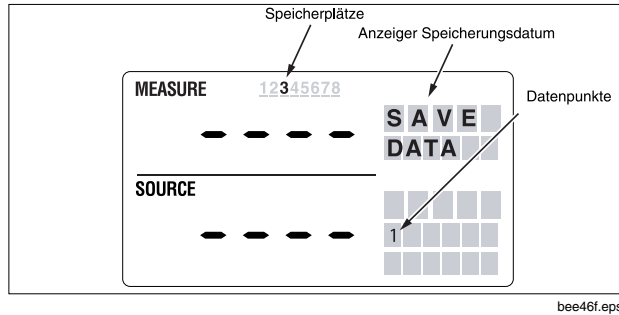

Abbildung 19. Menü SAVE DATA – Speicherplatz 3,
Zum Speichern von Messdaten das folgende Verfahren verwenden und Abbildung 19 beziehen.
6.  drücken, um die Messung zu speichern und das Gerät in den Messmodus zurück zu schalten. Abbildung 19 zeigt eine im Speicherplatz 3, Datenpunkt 1, gespeicherte Messung.